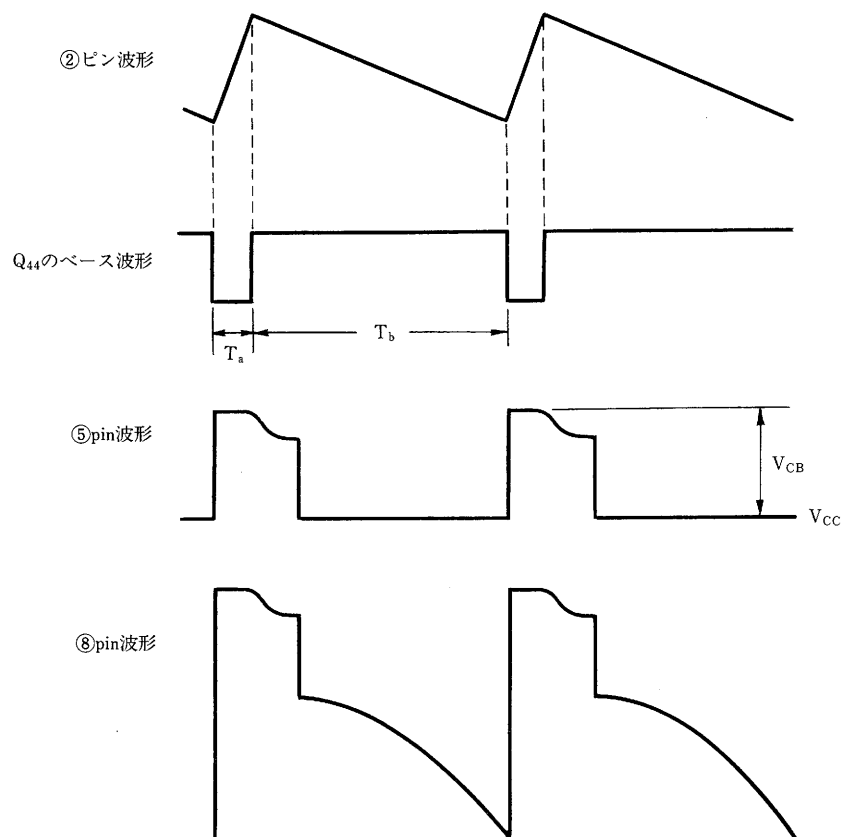

図11 垂直出力波形
電圧ブースタ回路は図11のように②ピンの垂直発振回路の立上りに同期しています。Q44のベース波形でTbの走査期間ではQ44, Q45, Q46がOFFのため、R59を通してQ53がONとなり、⑤ピンの外付けコンデンサCBを充電します(Q51, Q52は⑪ピンがバイアスされているのでON状態)。